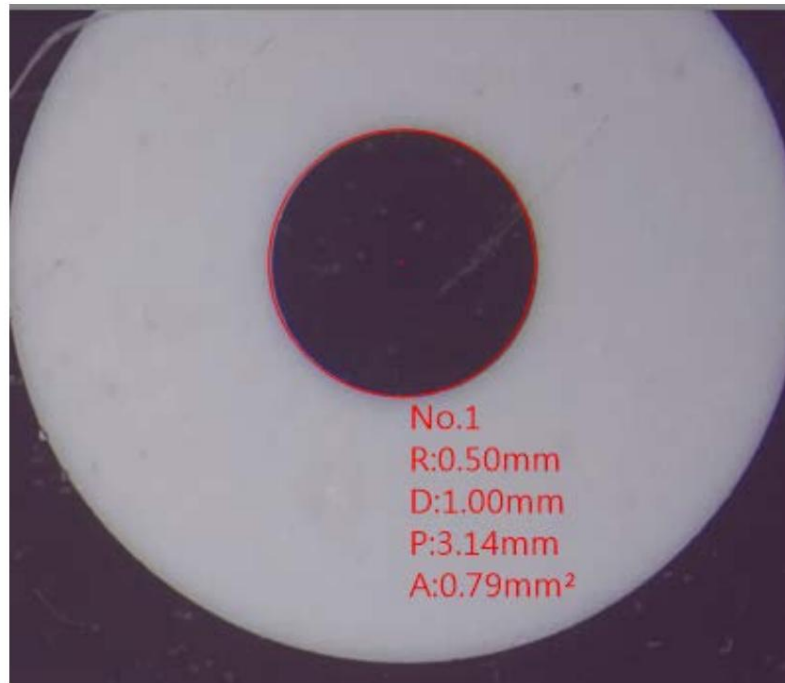

Fig. 5-11 Medición de un círculo de 3 puntos
- (7) Círculo de 3 puntos: cuando el objeto es un círculo o simplemente un arco, se puede aplicar un punto en el borde del objeto, luego se señala el segundo punto y se arrastra nuevamente hacia el tercer punto, que dibuja automáticamente un círculo. En la Fig. 5-11, el radio es $R=0,50$ mm, el diámetro es $D=1,00$ mm, el perímetro es $P=3,14$ mm y el área es $A=0,79$ mm².